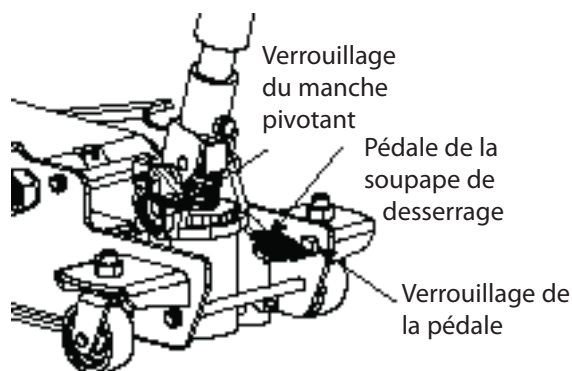

Figure 2 – Pédale de la soupape de desserrage
3. Pour comprendre les bases du fonctionnement de l'appareil, insérer et fixer solidement dans la fourche le manche fourni. La soupape de desserrage de ce modèle est toujours à la position « FERMÉ » (« closed »), de manière à ce qu'il soit possible de soulever la charge par pompage. Pour abaisser la charge, repérer la pédale de la soupape de desserrage et appuyer sur cette dernière. La soupape de desserrage sur le modèle 791-6430 est, par défaut, toujours à la position « ON » et il peut être nécessaire d'acquiescer certaines habiletés et d'apprendre par la pratique à s'en servir adéquatement. Il faut faire preuve d'une grande vigilance en abaissant la charge. La figure 2 illustre la soupape de desserrage à la position requise pour abaisser la charge.